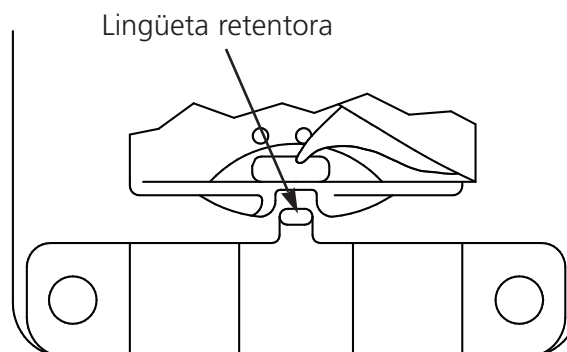

Figura 5-13
4. Certifique-se de que a lingüeta retentora ainda está segurando a cesta interna da lançadeira rotativa, conforme mostrado na Figura 5-13. Se a cesta interna mover-se, isto poderá causar a quebra da agulha ou danos à lançadeira.